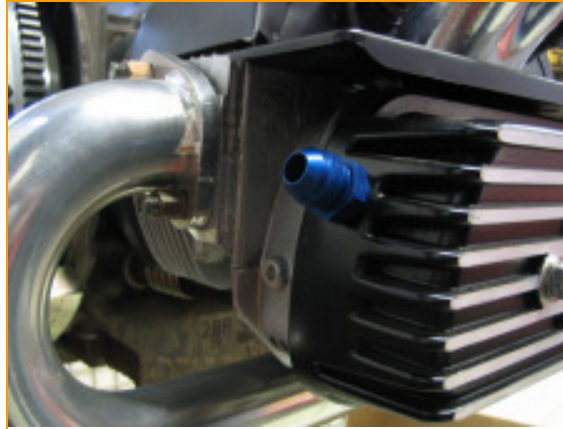

Fig.5
- If required, you can install breather fittings on the side of the covers. These areas have been designed with extra thickness for this purpose. (Fig.5)
- Falls notwendig, haben Sie an den Seitenflächen der Ventildeckel die Gelegenheit Gewinde zum Anschluss von Entlüfterverschraubungen anzubringen. Hierzu sind diese Flächen verstärkt ausgeführt. (Fig.5)